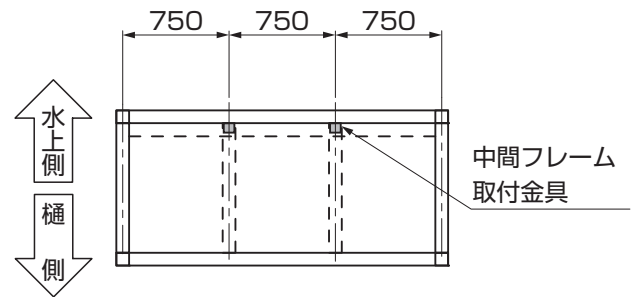
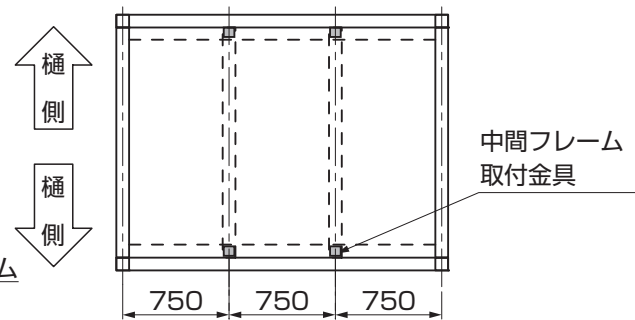

図2-2 シングルの場合
図2-4 ダブルの場合
- 中間フレーム取付金具の下穴のピッチが750mmになるように加工してください。(図2-2、図2-4参照)